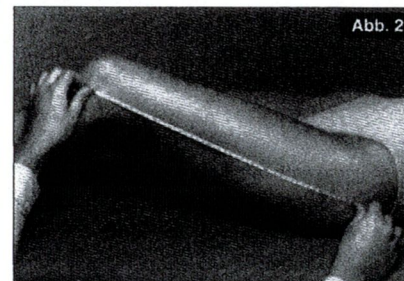

Abb. 2
- Femurlänge des Patienten vom Trochanter major zur Kniegelenksspalte messen (Abbildung 2).